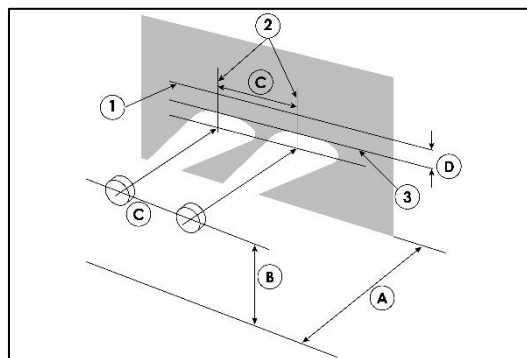

Fig. 326 – KOPLAMPENAFSTELLING
1. Positioneer de tractor recht voor een muur of scherm op 7,5 m (25 ft) afstand, afstand (item A in Fig. 326).
2. Trek op de muur of het scherm (item 1 in Fig. 326) een horizontale lijn op dezelfde hoogte als het midden van de koplampen vanaf de grond (item B in Fig. 326).
3. Trek twee verticale lijnen (item 2 in Fig. 326) met onderlinge hart-op-hartafstand gelijk aan de horizontale afstand tussen de koplampen (item C in Fig. 326), 16,14 inch (410 mm).
4. Trek een tweede horizontale lijn (item 3 in Fig. 326) op een afstand (item D in Fig. 326) onder en evenwijdig aan lijn (item 1 in Fig. 326). De afstand (item D in Fig. 326) wordt berekend door de afstand (item B in Fig. 326) te vermenigvuldigen met 0,1; bijvoorbeeld, koplamphoogte 44,5 inch (1.130 mm) $\times 0,1 = 4,5$ inch (113 mm).
5. Stel elke koplamp afzonderlijk af op grootlicht door de tegenoverliggende lamp af te dekken en de bovenrand van de verlichte zone te laten samenvallen met lijn (item 3 in Fig. 326).